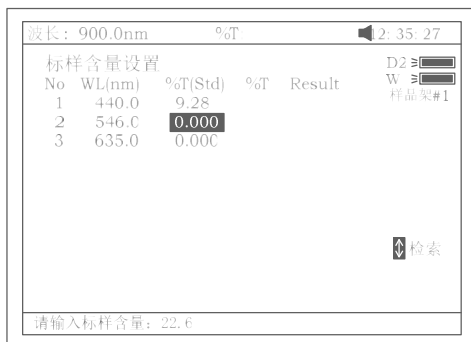

图 91
- b. 按【F1】键进入“标样设置”编辑界面，输入标样后按【ENTER】确认(图 91).按【^】或【v】键可输入更多的标样。按【CLEAR】键可以清掉已输入的标样。按【ESC/STOP】键退出该界面。